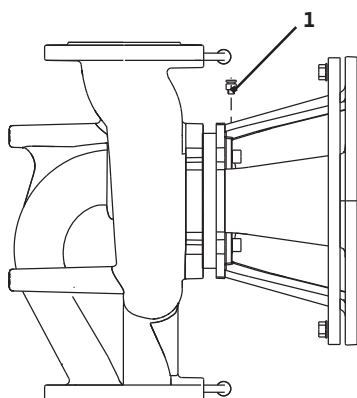

Fig. 40: Ventil de dezaerisire
- Dezaerisiți pompele prin deschiderea ventilelor de dezaerisire (Fig. 40, poz. 1). Funcționarea fără apă distruge etanșarea mecanică a pompei. Este interzisă dezaerisirea traductorului de presiune diferențială (pericol de distrugere).